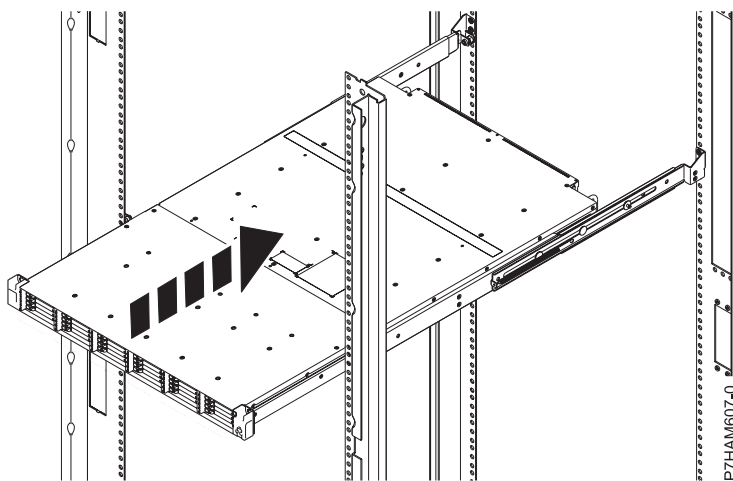

Figure 15. Insertion du boîtier d'unité de disque dans l'armoire
- d. Une fois que les deux rails de guidage du boîtier sont correctement positionnés, faites rentrer délicatement le boîtier dans l'armoire, comme sur la figure 15.